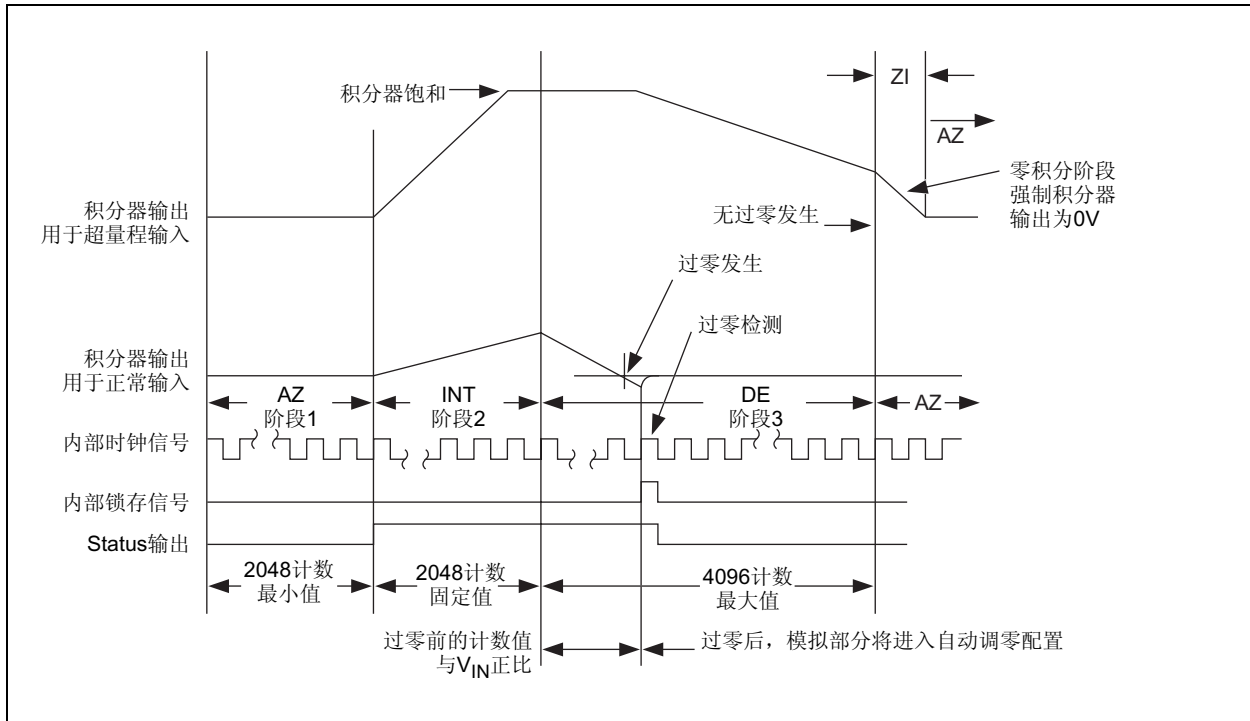

图 3-1: (RUN/HOLD) 引脚高电平时的转换时序
在第三页的典型应用图中给出了 TC7109A 的模拟部分框图。当 RUN/HOLD 悬空或者接 V+ 时，电路按照时钟频率决定的速率进行模数转换（周期为 8192 个时钟周期）。如图 3-1 所示，每个测量周期分为四个阶段：(1) 自动调零 (Auto-Zero, AZ)、(2) 信号积分 (Signal Integrate, INT)、(3) 参考反积分 (Reference De-integrat, DE) 和 (4) 归零积分器 (Zero Integrator, ZI)。
在 ZI 阶段，参考电容充电至参考电压。信号输入端从缓冲器和积分器断开。比较器输出连接到缓冲器输入端，从而让积分器输出快速拉低至 0V（图 3-1）。ZI 阶段只在输入超量程时才发生，持续时间最长为 1024 个时钟周期。
在一个转换周期中，当信号开始积分时 Status 输出变为高电平。当新转换完的数据存储到输出锁存器后的半个时钟周期，Status 输出变为低电平（如图 3-1 所示）。该信号可以用作“数据有效”标志来驱动中断，或者用来监视转换器的状态。（当 Status 为低电平时，数据保持不变。）
RUN/HOLD 输入为高电平或者悬空时，电路作为一个双积分 ADC 运行，如图 3-1 所示。在反积分模式下过零后，转换周期持续进行并更新输出锁存。在输入悬空时，内部上拉电阻可以保证该输入为高电平。